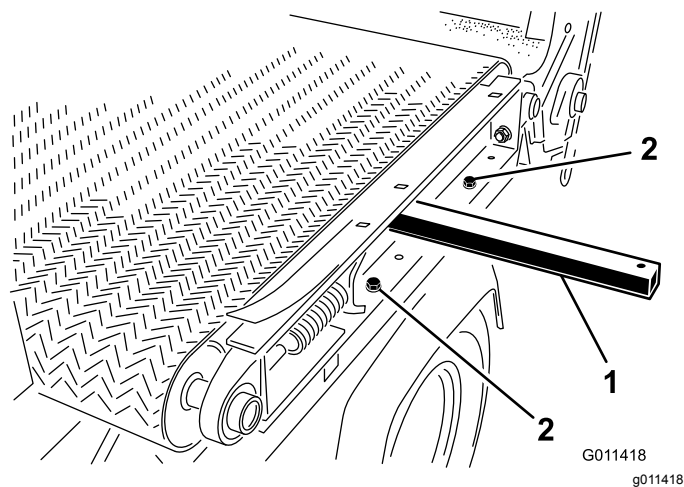

Figura 35
7. Retire os dois parafusos, anilhas e porcas no lado esquerdo da máquina, prendendo a plataforma corrediça à estrutura (Figura 35).
de elevação para tombar a plataforma corredeira (Figura 35).